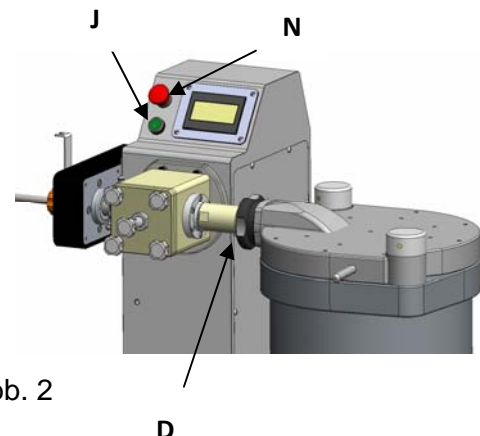
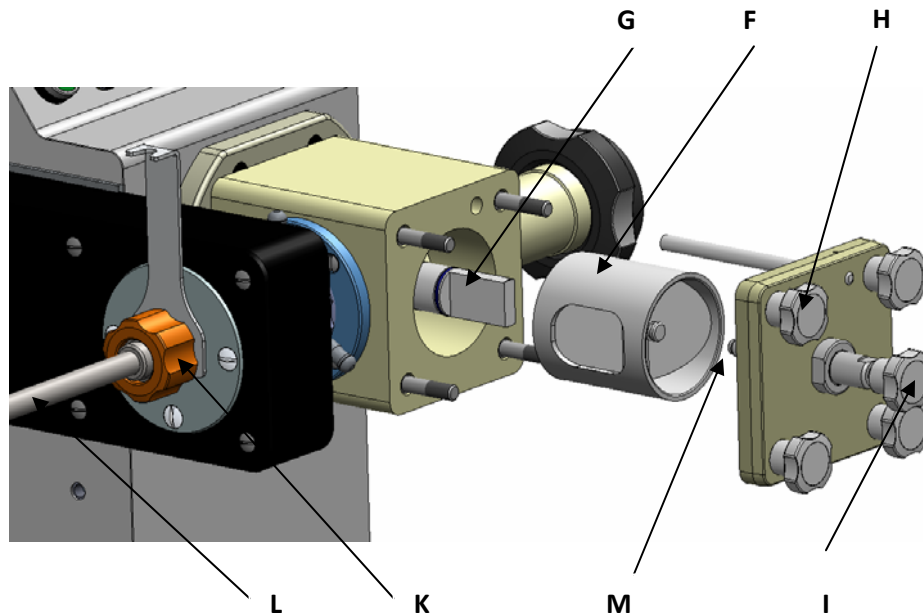

Abb. 2
Abb. 3
Die Verbindung zwischen dem Portionierer und dem Wurstfüller erfolgt über die Trichtermutter des Portionierers (D) (s. Abb. 2.).
4. Stellen Sie die Portionsgröße mit dem Griff (I) ein (beim Drehen gegen den Uhrzeigersinn wird die Portionsgröße erhöht). Wählen Sie die Position MANUELL auf dem Touch-Screen des PR-360, betätigen Sie auf den Kniehebel des Wurstfüllers, um so den Portionierer zu beschicken und drücken Sie den Startschalter (J) (s. Abb. 2), bis das Produkt am Trichterausgang erscheint. Falls kein Produkt herauskommt, drücken Sie erneut den Startschalter und wiederholen Sie den Vorgang bis er gelingt. Um das Produkt nicht zu verderben, ist bei diesem Vorgang unbedingt darauf zu achten, dass das Manometer des Wurstfüllers zunächst nicht mehr als 50 bar anzeigt, danach kann es entsprechend dem Bedarf oder der Größe der Portion neu eingestellt werden (s. Abb. 3).
5. Bringen Sie den gewünschten Trichter an, indem Sie ihn mit der Mutter (**K**) befestigen und beschicken Sie ihn mit Natur- oder Collagendarm, der mit Wasser im Trichter (**L**) des PR-360 befeuchtet wurde, und schon können Sie beginnen, die Masse normal einzufüllen und zu proportionieren. Je weiter Sie den Griff (**I**) im Uhrzeigersinn drehen, desto kleiner wird die Portion. Die Portionen können von ca. 10 Gramm bis ca. 215 Gramm wiegen. Nachdem die erwünschte Größe erreicht wurde, stellen Sie den Bolzen (**M**) mit dem Knopf (**I**) fest. Bei bestimmten Produkten (sehr flüssigen oder äußerst festen) kann es dazu führen, dass die Größe der Portion von der erwünschten Größe abweicht, wenn nicht mit dem richtigen Druck des Wurstfüllers gearbeitet oder der Druck während der Verarbeitung geändert wird. Beim Portionieren von Kleinportionen (Portionen von ca. 10 Gramm) bedarf es eines höheren Drucks als bei großen Portionen (s. Abb. 3).
Mit dem Not-Halt-Knopf (**N**) wird der Arbeitsvorgang unterbrochen (s. Abb. 2).